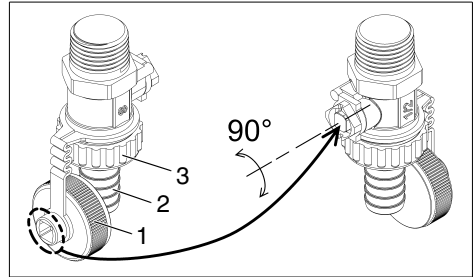

Abb. 8: Sicherheits-Kugelhahn
- Verschlusskappe (1) des Kugelhahns abschrauben und beiliegende Tülle (2) mit Überwurfmutter (3) von unten an den Kugelhahn schrauben (siehe Abb. 8).
- Kugelhahn mit Hilfe des Vierkants in der Verschlusskappe öffnen (siehe Abb. 8) und ca. 1 Liter Spülwasser ausspülen.